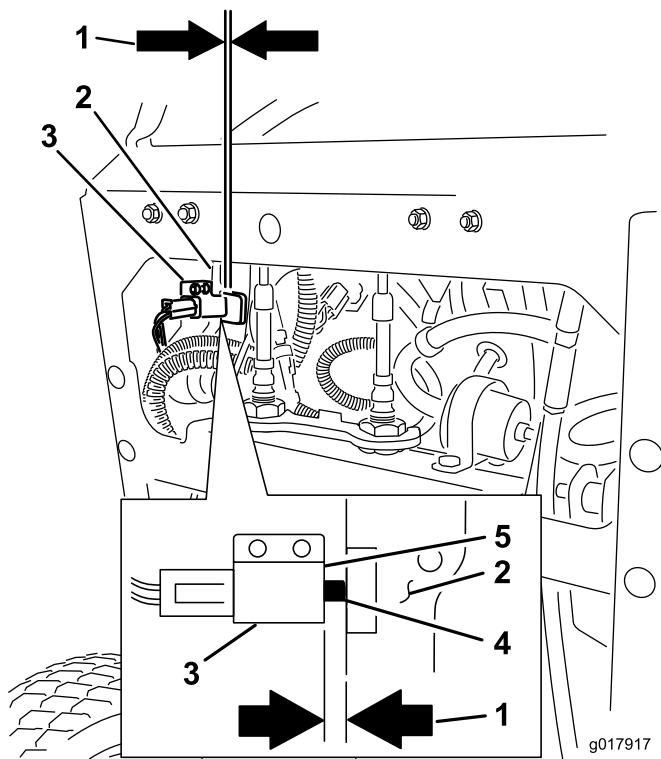

Figura 67
12. Compruebe la distancia entre la palanca de freno y la cara del interruptor, según se muestra en Figura 67. El espacio debe ser de 3 mm (1/8 pulgada) con el freno puesto.